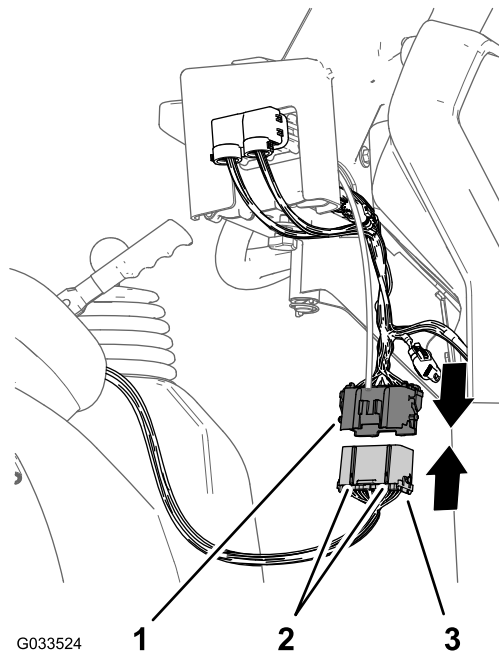

Figura 23
1. Alinee las dos pestañas del conector de 38 pines del arnés de cables trasero del fumigador con las dos ranuras del conector hembra de 38 vías del arnés de cables delantero que está conectado a la consola de control (Figura 23).
2. Enchufe el conector del arnés de cables trasero en el conector del arnés de cables delantero hasta que los cierres de los conectores se enganchen firmemente (Figura 23).